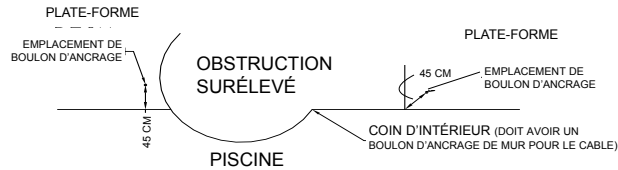

FIGURE 14
5ème étape : Après avoir installé le premier boulon d'ancrage de câble, installer tous assemblages restants. On ne doit pas installer les boulons d'ancrage de câble à distance plus de 45cm. Tous coins d'intérieur doivent avoir des boulons d'ancrage de câble (voir figure 14). L'espacement des boulons d'ancrage de câble à distance moins de 45cm peut être nécessaire au cas où il y a un rayon intérieur pour assurer que la distance entre le câble et le mur reste à 5cm ou moins.
**2ème étape :** Installer un boulon d'ancrage en laiton dans la plate-forme en béton de chaque bout de l'obstruction de mur surélevé, environ 45cm loin du bord de la piscine (voir figure 14). S'il n'y a pas une plate-forme en béton, un appui en béton est requis.